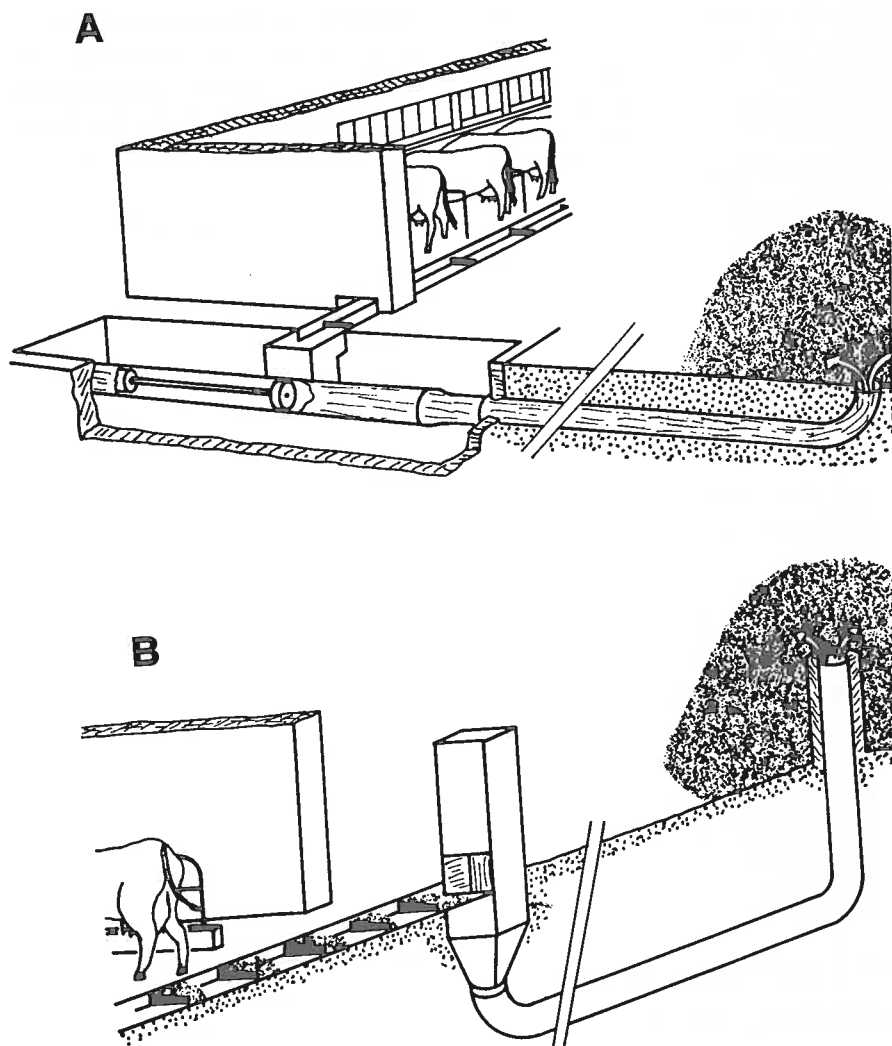

Fig. 4: Evacuateur, système «taupe»:
- Charge de connexion: 5,5 - 7,5 (10) kW.
- Ils travaillent en deux sens (voir fig. 4):